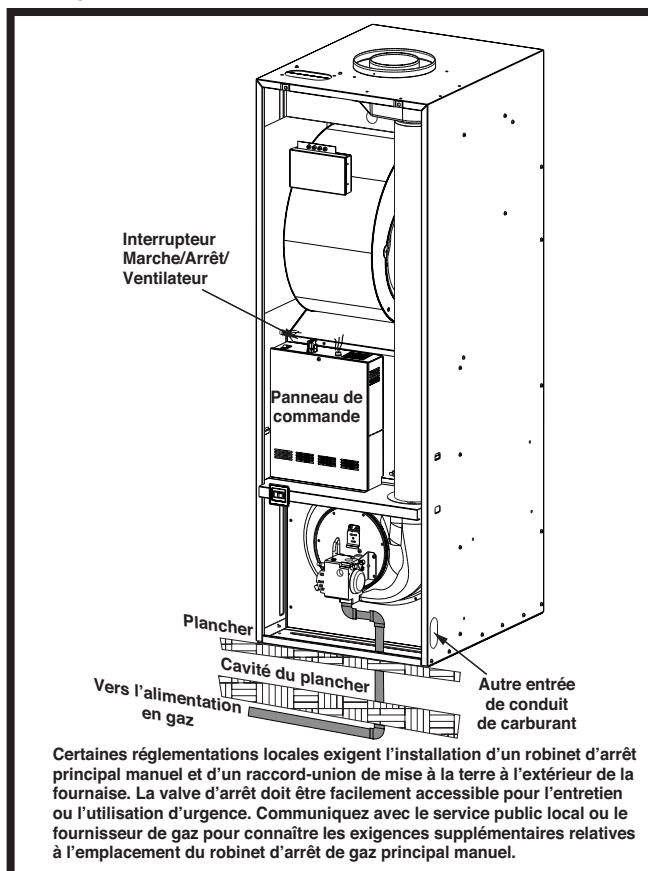

Figure 28. Tuyauterie typique de gaz
Cette fournaise peut être installée avec une entrée de gaz sur la gauche, la droite ou le dessous. Au moment de raccorder l'alimentation en gaz, prévoyez un dégagement entre la conduite d'alimentation de gaz et le trou d'entrée dans le boîtier de la fournaise pour éviter les bruits non désirés ou les dommages à la fournaise. Le branchement typique du gaz pour cette fournaise est montré à la Figure 28.
- Certaines réglementations locales exigent l'installation d'une valve d'arrêt principal manuel et d'un raccord-union de mise à la terre à l'extérieur de la fournaise. Voyez la Figure 28. La valve d'arrêt doit être facilement accessible pour l'entretien ou l'utilisation d'urgence. Communiquez avec le service public local ou le fournisseur de gaz pour connaître les exigences supplémentaires relatives à l'emplacement du robinet d'arrêt de gaz principal manuel.
- Les installations de conduites de carburant autres que les installations typiques montrées dans la Figure 28 doivent respecter les dispositions relatives aux conduites de carburant de la Norme fédérale de construction et de sécurité des maisons préfabriquées (H.U.D. Titre 24, Partie 3280) et le National Fuel Gas Code (ANSI-Z223.1/NFPA-54).
réglage du bouchon du régulateur sur le côté marqué LP (GPL). Les orifices requis pour la conversion sont fournis avec la fournaise. Voyez la Figure 28.
1. Retirez le bouchon de pression d'entrée du côté ENTRÉE de la valve de gaz avec une clé Allen 3/16. Voyez la Figure 28.